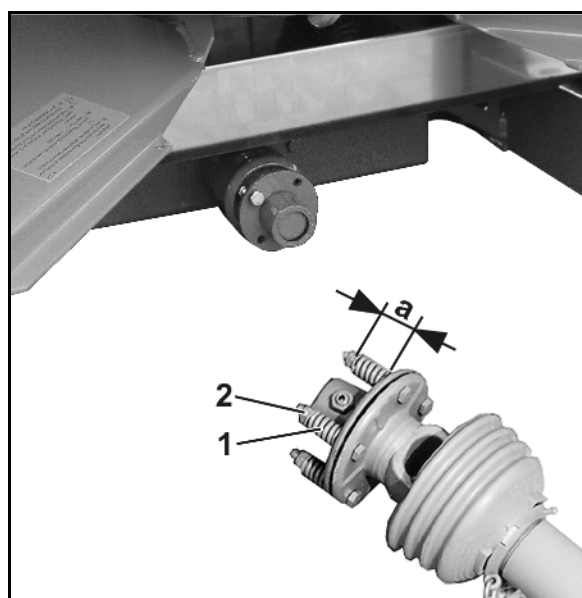

Fig. 97
3. Skru aftapningsskruen (Fig. 97/1) ud.